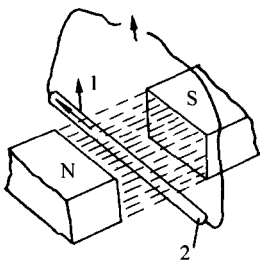
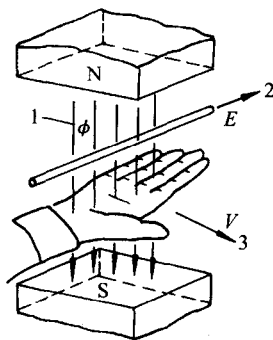

图 1-3 电磁感应现象
图 1-4 感应电动势方向判断
(1) 电磁感应现象。如图 1-3 所示,将一根导线置于磁场中,导线两端接一只电流表构成闭合回路。当导线向上运动时,导线切割磁力线,这时电流表指针发生偏转,说明在导线中产生了电流,这种现象称电磁感应现象。电流方向判断方法如下:如图 1-4 所示,伸出右手,四指并拢,大拇指与四指成垂直方向,手掌朝上,使磁力线穿过手心,大拇指指向导线运动的方向,四指的指向就是产生电流的方向,即右手定则。